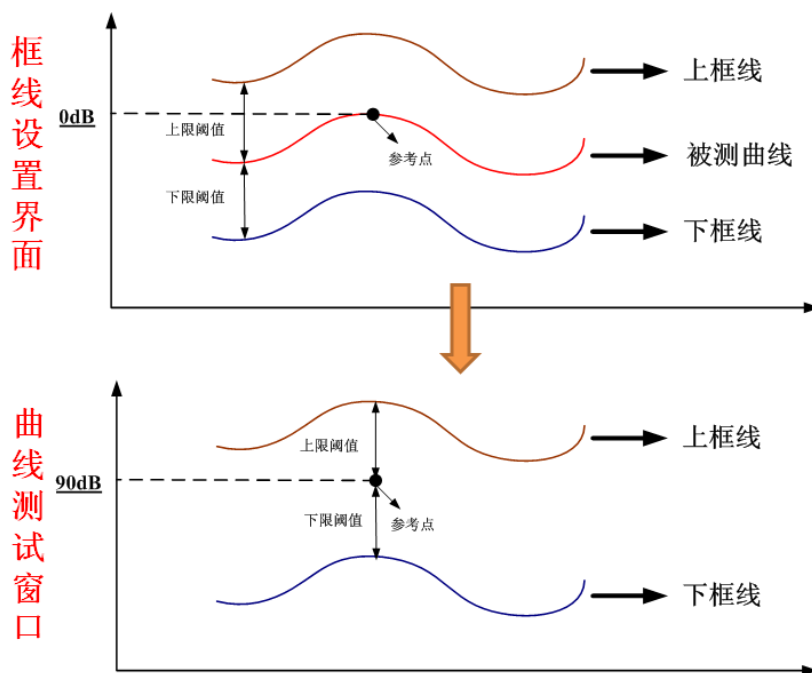

图 4.39 定框法示意图
- ✓ 根据方案设置界面上“频响框参考值”最终确定测试窗口中框线的位置。图 4.39 说明了框线位置的确定过程, 图中频响框参考值为 90dB;